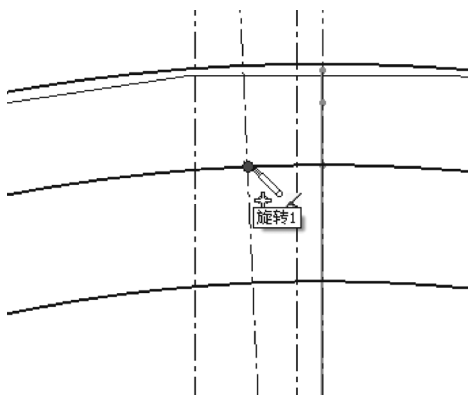
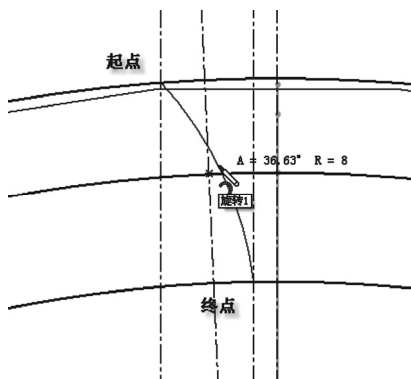

图 8-65 绘制点 1
图 8-66 绘制 3 点圆弧
⑤ 绘制点 1。单击“草图”控制面板中的“点”按钮，在图 8-65 所示的交点处绘制一个点。
⑥ 绘制三点圆弧。选择菜单栏中的“工具”→“草图绘制实体”→“三点圆弧”命令，或单击“草图”控制面板中的“3 点圆弧”按钮，在图 8-66 中选择圆弧的起点位置和终点位置，拖动鼠标单击任意位置确定圆弧的半径。
⑦ 选择菜单栏中的“工具”→“几何关系”→“添加”命令，或单击“显示/删除几何关系”下拉列表中的“添加几何关系”按钮，选择图 8-65 中绘制的交点和图 8-66 中绘制的圆弧，在“添加几何关系”属性管理器中添加“重合”约束，将三点圆弧完全定义，其颜色变为黑色，从而确定其半径。